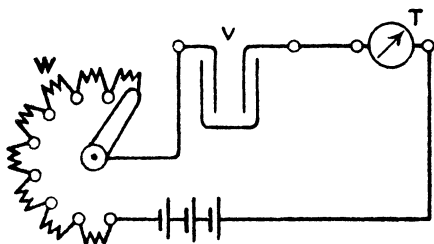

Fig. 1.
18. Um eine Tangentenbussole zu eichen, wurde in den Stromkreis dreier Elemente (Fig. 1) ein Regulierwiderstand W, ein
20. Um ein Dynamometer zu eichen, wurde dasselbe mit einem Kupfervoltmeter zusammen in den Stromkreis einer Batterie eingeschaltet (s. Fig. 1), wobei das Dynamometer im Mittel 150° [143°] (97°) Ausschlag anzeigte, und die Gewichtszunahme der Kathode in 30 min [25 min] (15 min) 2 [2,342] (4,34) g betrug. Wie groß ist hiernach der Reduktionsfaktor?